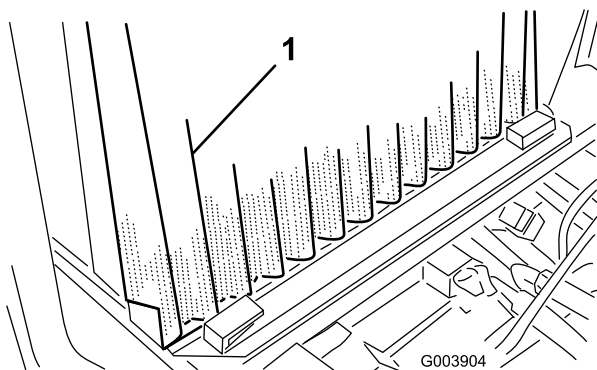

Figura 67
3. Desaperte as braçadeiras e puxe o painel para retirá-lo dos suportes de montagem (Figura 67).
5. Levante ligeiramente os radiadores de óleo e desloque-os para a frente (Figura 67).